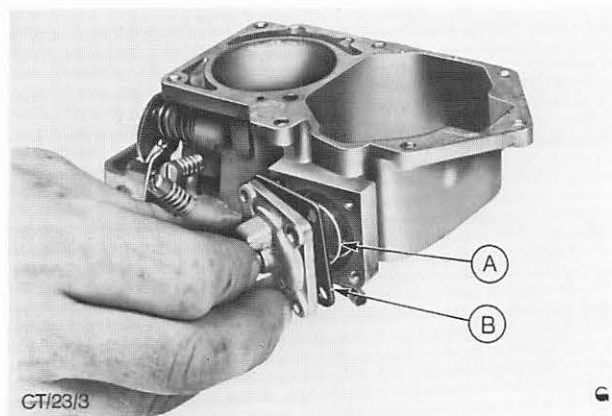

Abb. 43 Beschleunigerpumpe kompl. abbauen
6. Beschleunigerpumpe kompl. abbauen, dabei darauf achten, daß die Rückdruckfeder nicht verlorenght. Abb. 43.